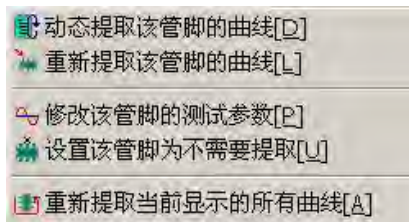

图 10
①把光标放在该曲线处点击选中该曲线，该曲线的外框颜色变了，再点击“动态测试选中管脚”  按钮；
②把光标放在该曲线处点击选中该曲线，按右键弹出“浮动菜单”如图 10，点击“动态提取该管脚的曲线”（在动态提取曲线期间，可以选中“修改该管脚的测试参数”，修改该结点的测试参数）；
③把光标放在该曲线处，双击鼠标左键，即可开始动态提取，直到提取稳定。